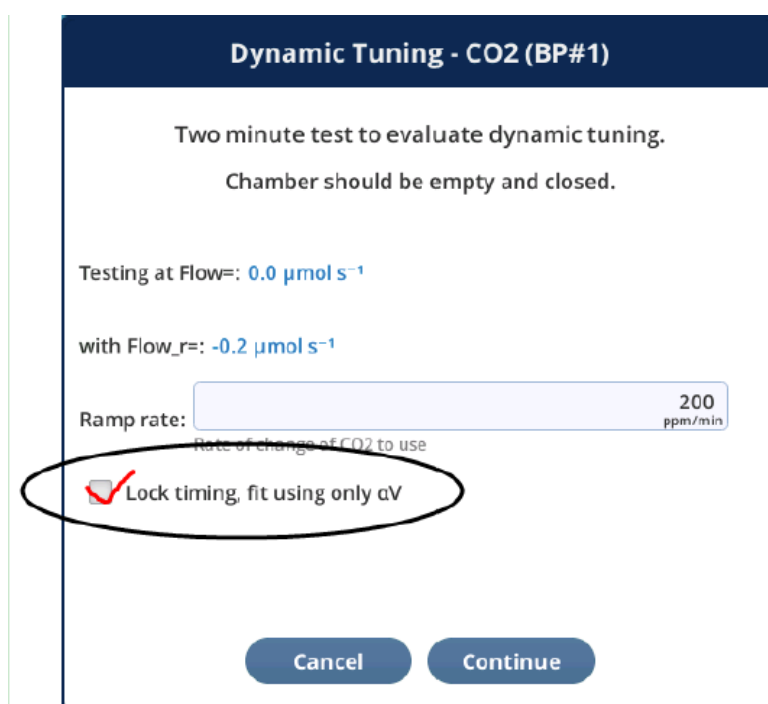

图 4-28 如果您在实验之后来调整动态参数，勾选图示复选框以获得  $\alpha V$  的最佳拟合结果，该结果可以在 Excel 中进行修改来进行动态通量的重计算。
- ✧ 运行“CO2 Test Current”，勾选“Lock timing”(图 4-28)，这一步可以确保校正  $\alpha V$  项。